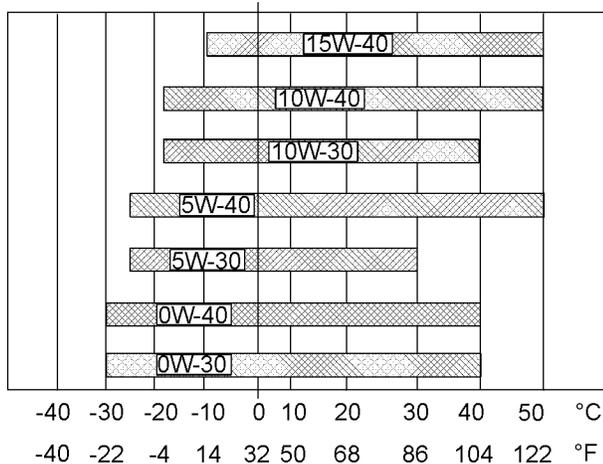

図 65
- 適切な推奨油粘度を参照してください。図65を参照して、各エンジンに適した粘度等級を確認してください。